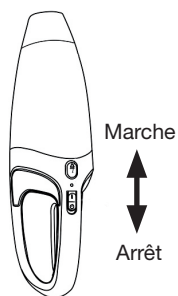

Figure 5
3. Pour mettre en marche l'aspirateur, positionnez l'interrupteur "Marche/Arrêt" sur la position "I" (marche) (Fig. 5).
4. En fin d'utilisation, positionnez l'interrupteur "Marche/Arrêt" sur la position "0" (arrêt) puis reposez-le sur son socle afin de charger la batterie pour l'utilisation suivante (Fig. 5).
5. En fin d'utilisation, positionnez l'interrupteur "Marche/Arrêt" sur la position "0" (arrêt) puis reposez-le sur son socle afin de charger la batterie pour l'utilisation suivante (Fig. 5 de la section précédente).